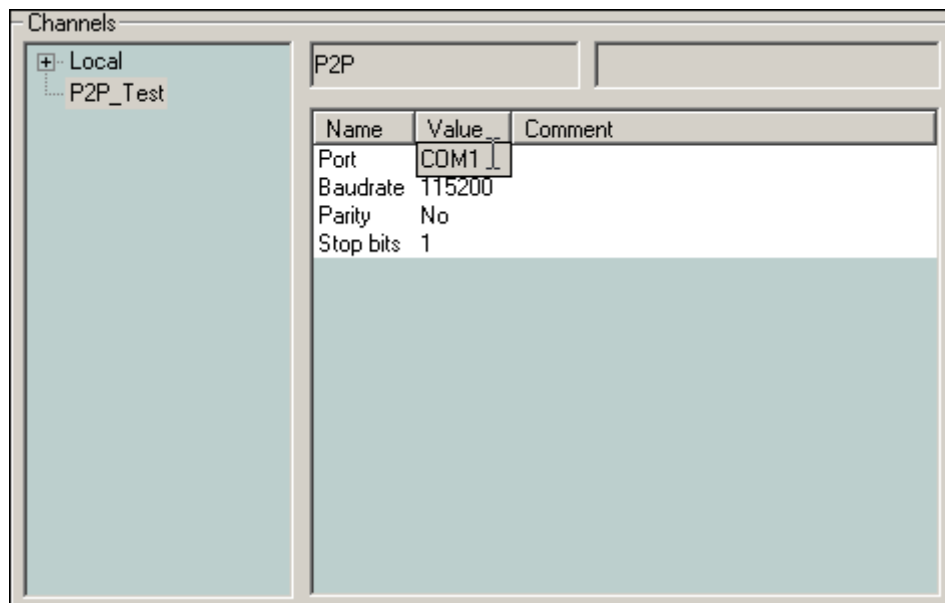

Рис. 19. Настройка параметров канала P2P
1.8.4. В древовидном списке **Channels** появится элемент, соответствующий созданному каналу, а в таблице параметров канала справа – параметры созданного канала, как показано на рис. 19.